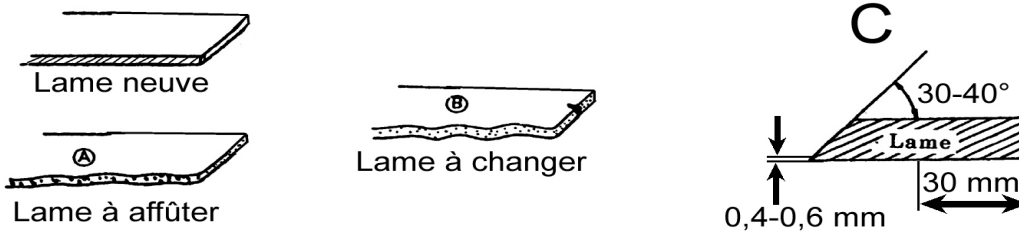

Figure 14
- Si votre lame a l'aspect de celle schématisée sur la Figure 14, repère A, affûtez-la.